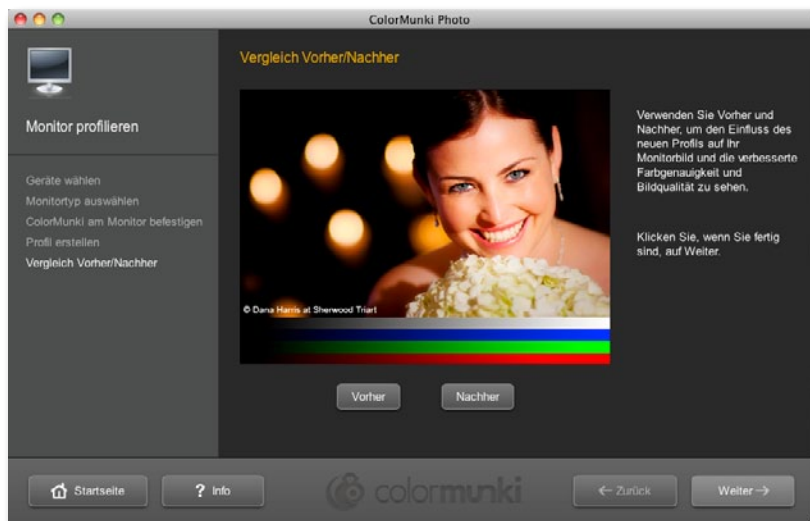

Abb. 3-23:
10. Ein letztes Fenster erlaubt einen Vorher-Nachher-Vergleich (Abb. 3-23).